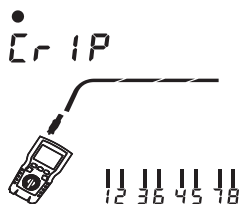

Bild 6.13 Anslutning till RJ45-kontakt
- (1) Starta testaren, ställ in modevals-knappen på TEST-läget och tryck på "PORT"-knappen för att byta till klämningstestporten. Gränssnittet visas i Bild 6.13, där testindikatorn "Cr IP" visas i det övre vänstra hörnet och kabelkartläggningsdiagrammet blinkar nedan.
- (2) Sätt i den klämda RJ45-kontakten i RJ45-uttaget på klämningstestporten. Klämstatusen för RJ45-kontakten kommer att visas i cirka 1 sekund.